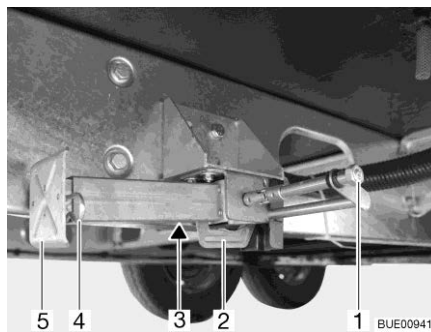

Bild 58 Hubstütze
- Am Sechskant (Bild 58,1) den Steckschlüssel aufstecken und drehen, bis die Hubstütze senkrecht nach unten steht.
- Wenn die Länge der Hubstütze verstellbar ist, den Splint (Bild 58,4) aus der Stützfußverlängerung (Bild 58,5) herausziehen.
- Am Sechskant (Bild 58,1) den Steckschlüssel aufstecken und drehen, bis die Hubstütze wieder vom Boden frei ist.
- Stützfußverlängerung (Bild 58,5) ganz einschieben und Splint (Bild 58,4) in die vorgesehene Bohrung an der Stützfußverlängerung stecken.
- Am Sechskant (Bild 58,1) drehen, bis die Hubstütze nach oben geschwenkt ist und die Führung (Bild 58,2) ganz am Ende des Schlitzes (Bild 58,3) ansteht.